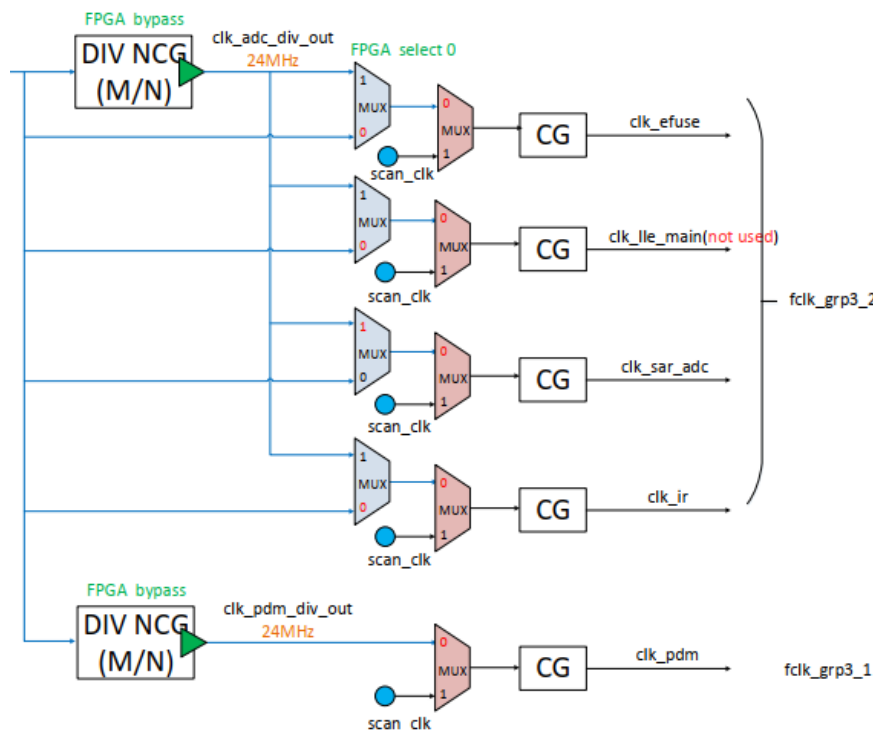

图 2.1: 916 时钟树 ADC 模块部分截图
**注意：**由于 ADC 工作时钟须经过 clock\_slow 分频，故在同时使用和 ADC 同时钟源模块时，如 IR，可能出现时钟配置冲突的现象。开发者在实际使用时注意时钟规划，具体请参考 916 时钟树（图 2.1）。